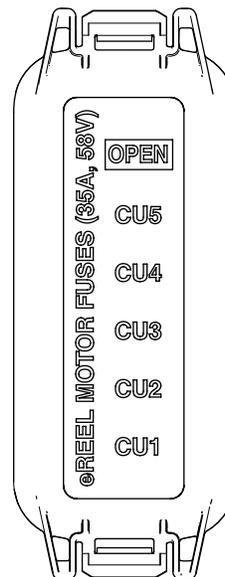

図 106
2. シートベースのラッチを外し、シートベースを傾けて運転席を倒し、ロッドで支える (図 106)。